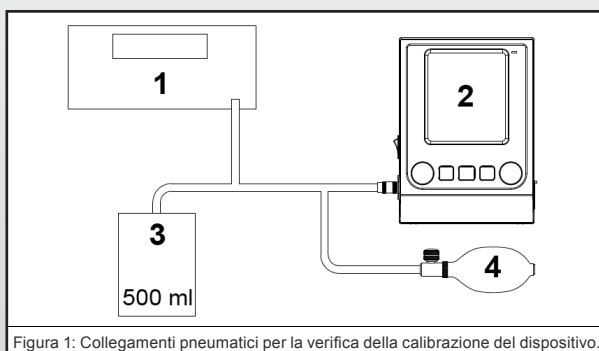

Figura 1: Collegamenti pneumatici per la verifica della calibrazione del dispositivo.
- 9.4.1.6 Effettuare i collegamenti necessari utilizzando i materiali elencati nell'elenco dell'attrezzatura necessaria. Per i collegamenti pneumatici si veda la Figura 1.